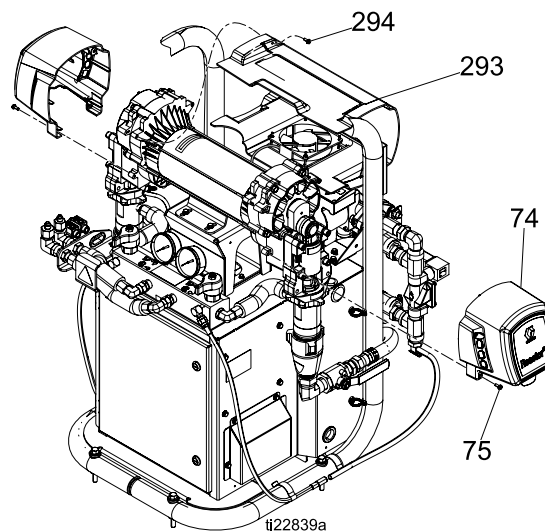

Figure 12
13. Wykręcić śruby (294) i wymontować osłonę silnika (293) (patrz Rys. 12).